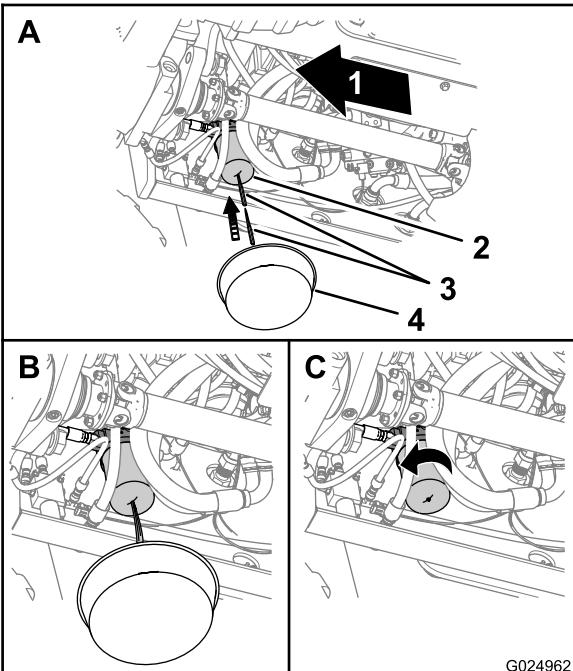

Figura 1
1. Collocate una bacinella di spurgo sotto il filtro dell'olio della trasmissione (Figura 1).
2. Punzionate la base del filtro della trasmissione e lasciate defluire il fluido idraulico restante nella bacinella di spacco (Figura 1).
3. Togliete il filtro della trasmissione con una chiave per filtri e scartatelo (Figura 1).
6. Montate il nuovo filtro a mano e serrate il filtro da mezzo a tre quarti di giro dopo che il filtro entra in contatto con la relativa testa (Figura 1).